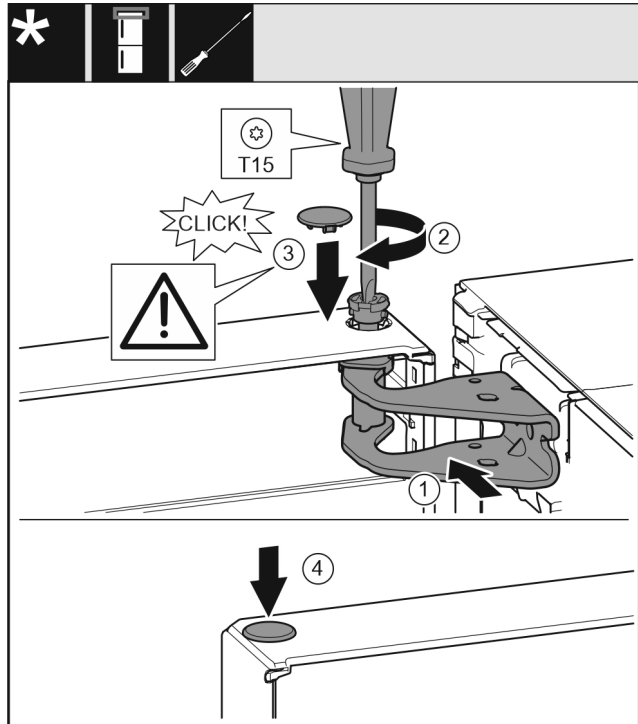

Fig. 18
- ▶ Aliniați ușa sus spre deschizătură în suportul de lagăr. Fig. 18 (1)
- ▶ Introduceți bolțul și înșurubați-l ferm cu șurubelnița T15. Fig. 18 (2)
- ▶ Montarea capacului de siguranță pentru siguranța ușii: Introduceți capacul de siguranță și controlați dacă este așezat pe ușa. În caz contrar, introduceți complet bolțul. Fig. 18 (3)
- ▶ Introduceți dopul. Fig. 18 (4)